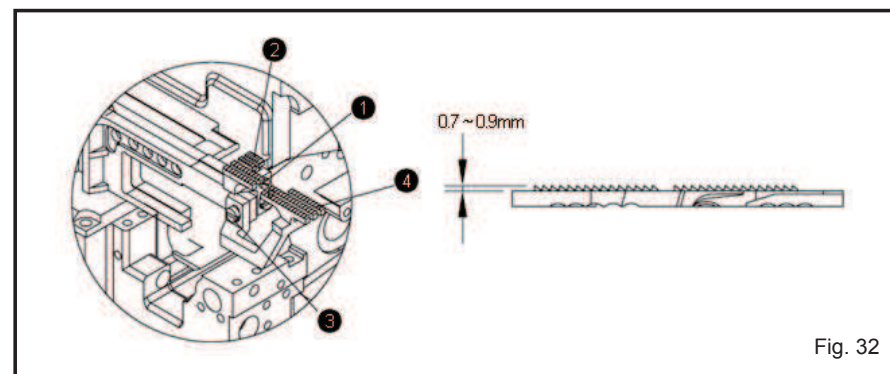

Fig. 32
1. Ajuste a altura do arrastador (Fig. 32)